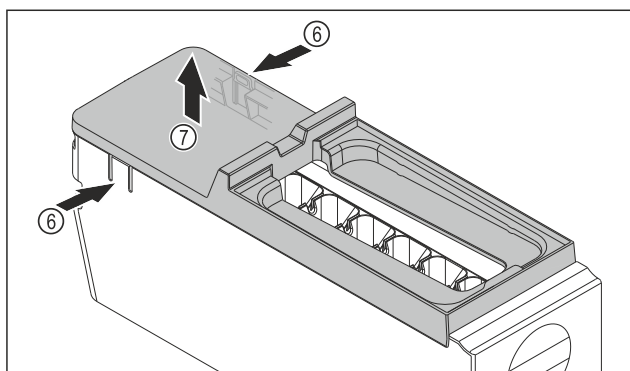

Fig. 122
- ▶ Vyjmutí krytu korpusu EasyTwist-Ice: Lamely Fig. 122 (6) na obou stranách korpusu EasyTwist-Ice stlačte jednou rukou.
- ▶ Kryt Fig. 122 (7) vyjměte druhou rukou nahoru.